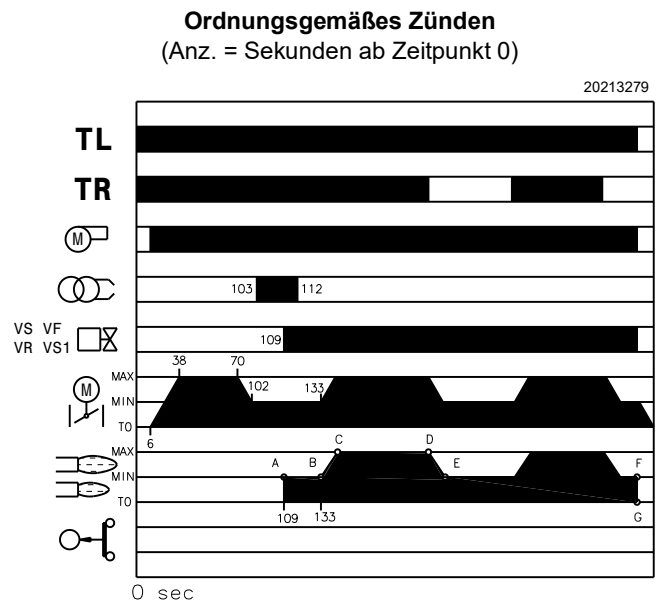

Abb. 40
- 109s** Die Ölventile öffnen sich. Es erfolgt eine Flammenbildung mit niedriger Leistung, auf Mindestleistung, Punkt A (Abb. 40).
Nach dem Anfahrzyklus geht die Steuerung des Stellmotors zum Thermostat/Druckwächter TR über, der die Temperatur oder den Druck im Kessel überwacht, Punkt B (Abb. 40). (Das Steuergerät überwacht weiterhin die Flamme und die richtige Stellung des Luftdruckwächters und des Maximal-Heizöldruckwächters).